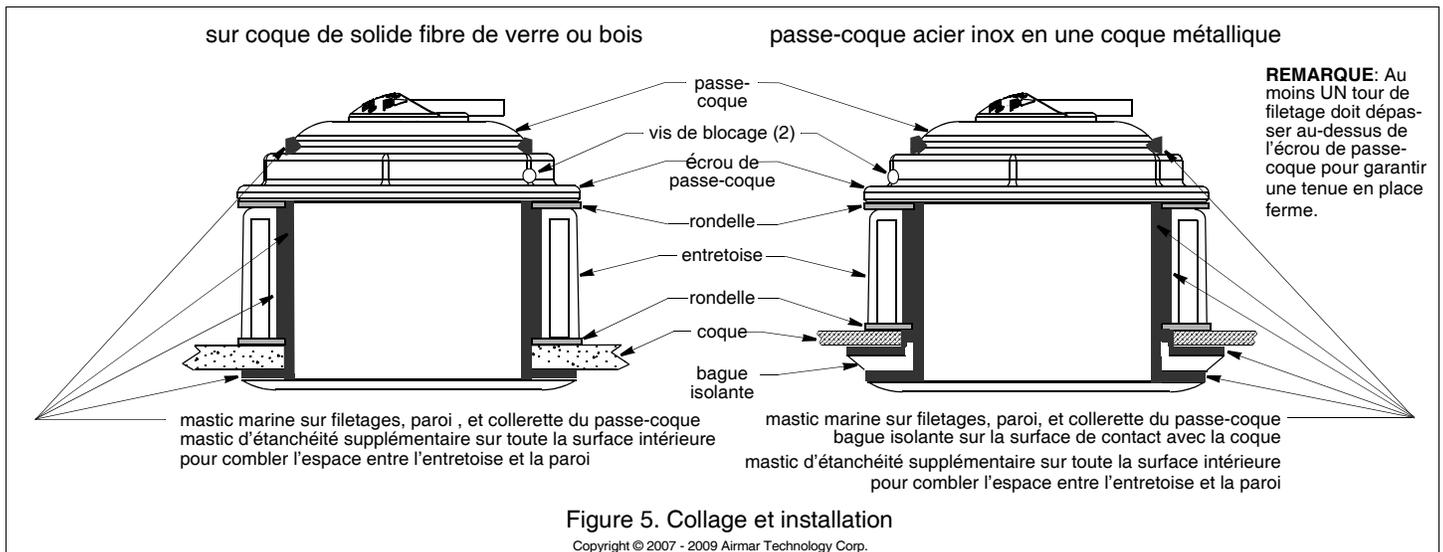
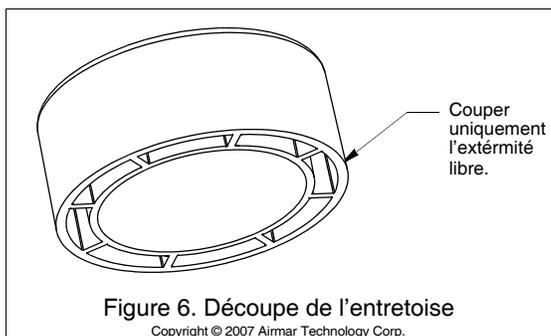

Figure 5. Collage et installation
Figure 6. Découpe de l'entretoise
4. Posez la sonde à sec afin de déterminer s'il est nécessaire de couper l'entretoise. Insérez le passe-coque dans le trou depuis l'extérieur de la coque (figure 5). De l'intérieur, insérez la rondelle sur le passe-coque. Insérez l'entretoise sur le passe-coque avec l'extrémité ouverte orientée vers la coque. Insérez la rondelle restante. **Vérifiez que TROIS filets au moins du passe-coque dépassent au-dessus de la rondelle.** Dans le cas contraire, coupez l'entretoise pour la raccourcir. *Veillez à couper l'extrémité ouverte* lors de la réduction de l'entretoise (Figure 6).
1. Appliquez une couche de mastic d'étanchéité marine de 4 mm (1/8") d'épaisseur sur tout le pourtour de la collerette du passe-coque devant être en contact avec la coque et sur la paroi verticale du passe-coque (Figure 5). Le mastic doit couvrir une hauteur de 12 mm (1/2") au-dessus de l'épaisseur cumulée de la coque, de entretoise, et de l'écrou du passe-coque. Cette précaution garantit la présence de mastic sur le filetage au travers de la coque et le maintien en place de l'écrou de passe-coque.
2. Depuis l'intérieur de la coque, glissez la rondelle sur le passe-coque (Figure 5). Insérez l'entretoise sur le passe-coque de sorte que l'extrémité ouverte appuie sur la rondelle. Addinsérez la rondelle restante. **Vérifiez que TROIS filets au moins du passe-coque dépassent au-dessus de la rondelle.** Dans le cas contraire, raccourcissez la rondelle en coupant l'extrémité ouverte (Figure 6).